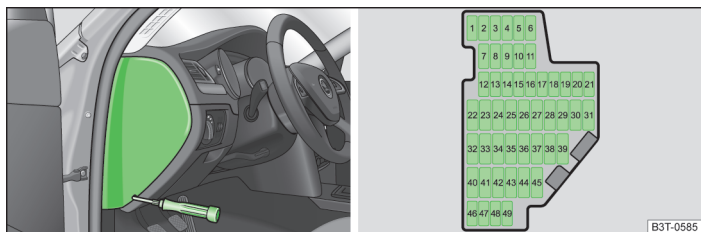

Fig. 201 Capacul cutiei cu siguranțe/Reprezentare schematică a cutiei cu siguranțe
- > Îndepărtați capacul panoului de siguranțe » fig. 201.